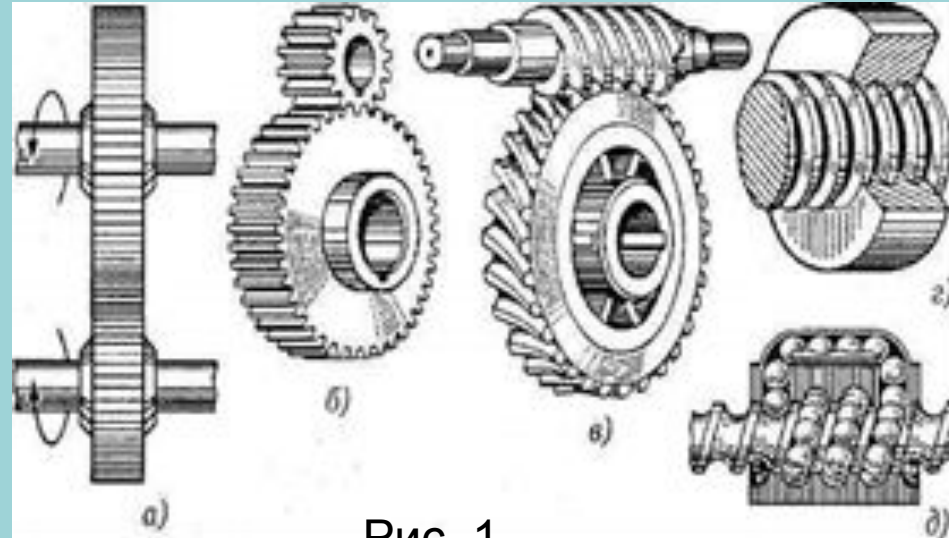
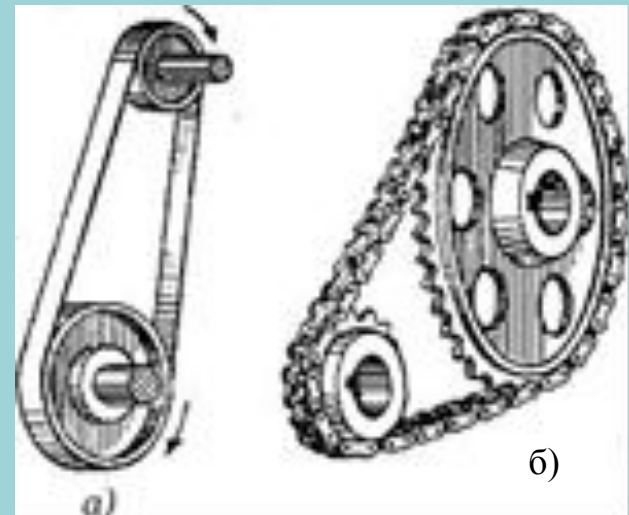

Рис. 1
Рис. 2
- передачи трением (фрикционная — рис.1, а и ременная — рис.2, а);
- зацеплением (зубчатые — рис.1, б, червячные — рис.1, в; цепные — рис.2, б; передачи винт-гайка — рис.1, г, д);
- передачи с непосредственным контактом тел вращения (фрикционные, зубчатые, червячные, передачи винт-гайка — см. рис.1);
- передачи с гибкой связью (ременная, цепная — см. рис.2).
Ременная передача относится к передачам трением с гибкой связью и может применяться для передачи движения между валами, находящимися на значительном расстоянии один от другого. Она состоит (рис.1) из двух шкивов (ведущего, ведомого) и охватывающего их ремня.
- с параллельными осями (см. рис.1, а, б);
- с пересекающимися осями — угловые (см. рис.1, г);
- со скрещивающимися осями (см. рис.1, в).
- с одинаковым направлением (открытые и полуоткрытые) (см. рис.1, а);
- с противоположными направлениями (перекрестные) (см. рис.1, б).